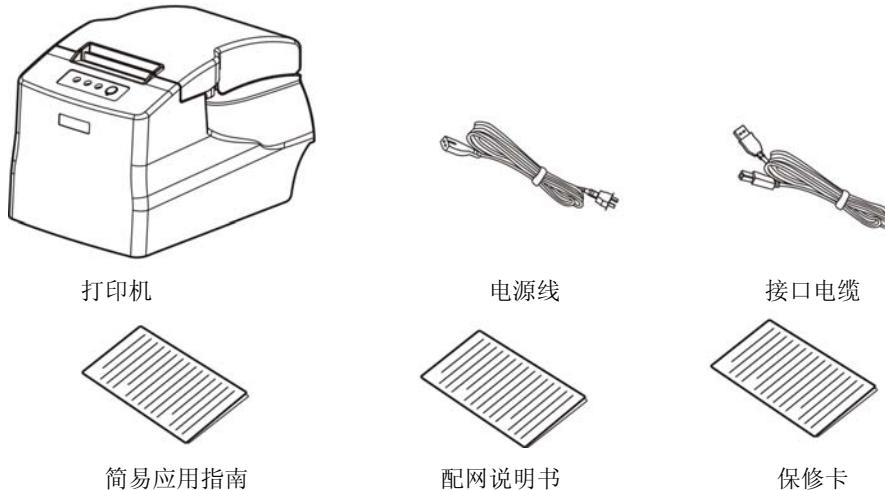

图 2-1 MCP-58 打印机包装清单
在打印机包装箱内，MCP-58 应具有以下各项：(1) 打印机；(2) 电源线；(3) 接口电缆；(4) 简易应用指南；(5) 配网说明书；(6) 保修卡（如图 2-1 所示）。根据实际情况发生变更，恕不另行通知。